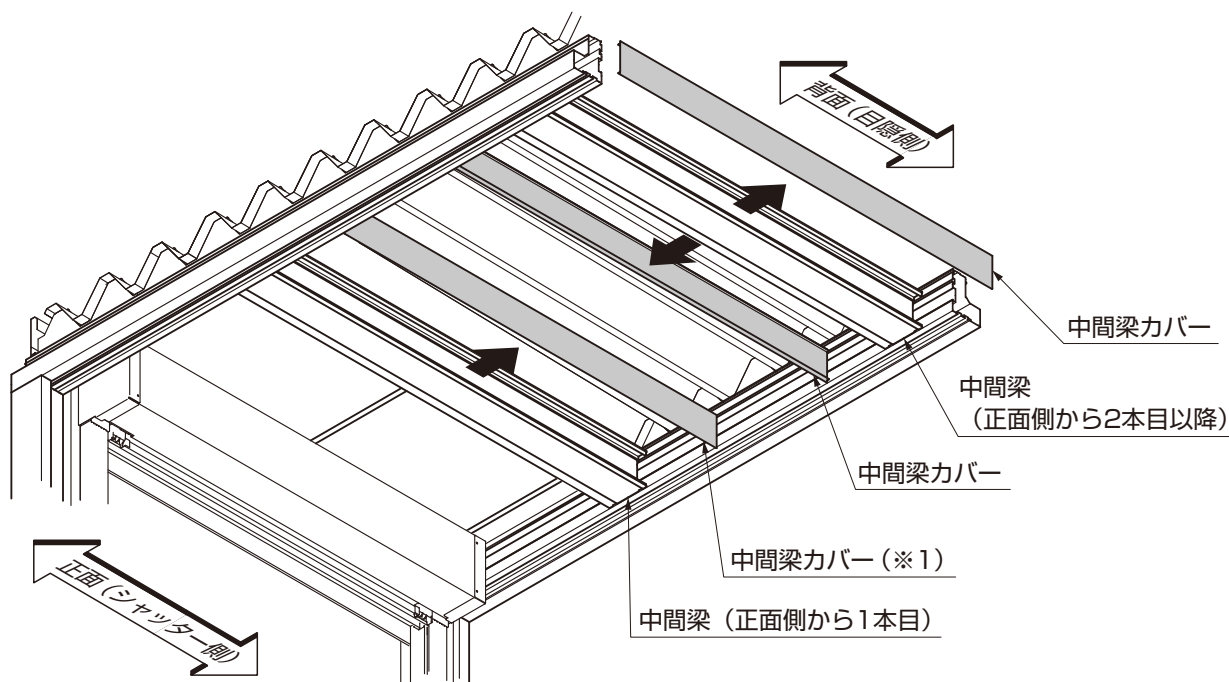

図6-7 スタイルコートL3000タイプ 標準64-60、38-60の場合
- スタイルコートL 3000タイプ標準34-60・38-60の場合は、正面側から1本目の中間梁は背面側の中間梁カバー(※1)を取外してください。正面側から2本目以降の中間梁は両側の中間梁カバーを取外してください。(図6-7参照)